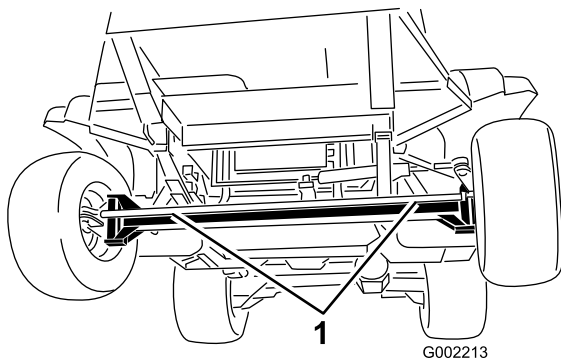
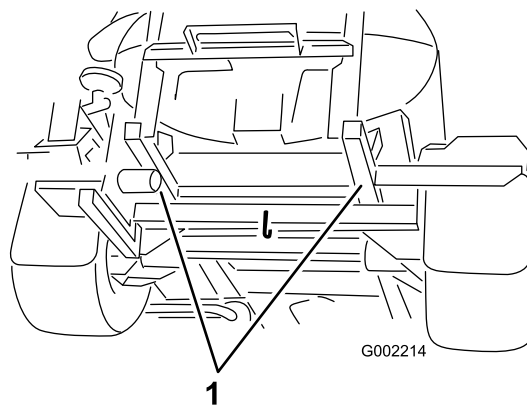

図 53
図 54
2. 牽引ロープを取り付ける車両前後のロープ掛けポイントについては図 53 と 図 54 を参照。